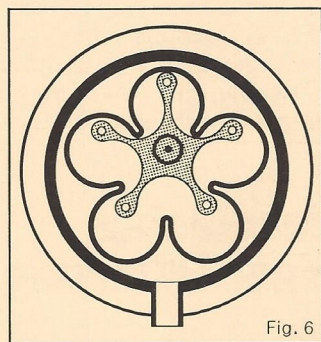

Fig. 6
Elijah Galloway construit la première machine à piston tournant avec épicycloïde intérieure et enveloppante extérieure.(fig.6).
*Elijah Galloway built the first rotary-piston engine with inner epicycloid and enveloping outer line. (Fig. 6).*
Elijah Galloway baut die erste Maschine mit Drehkolben, innerer Epizykloide und umkleidender äusserer Linie. (Abb. 6).